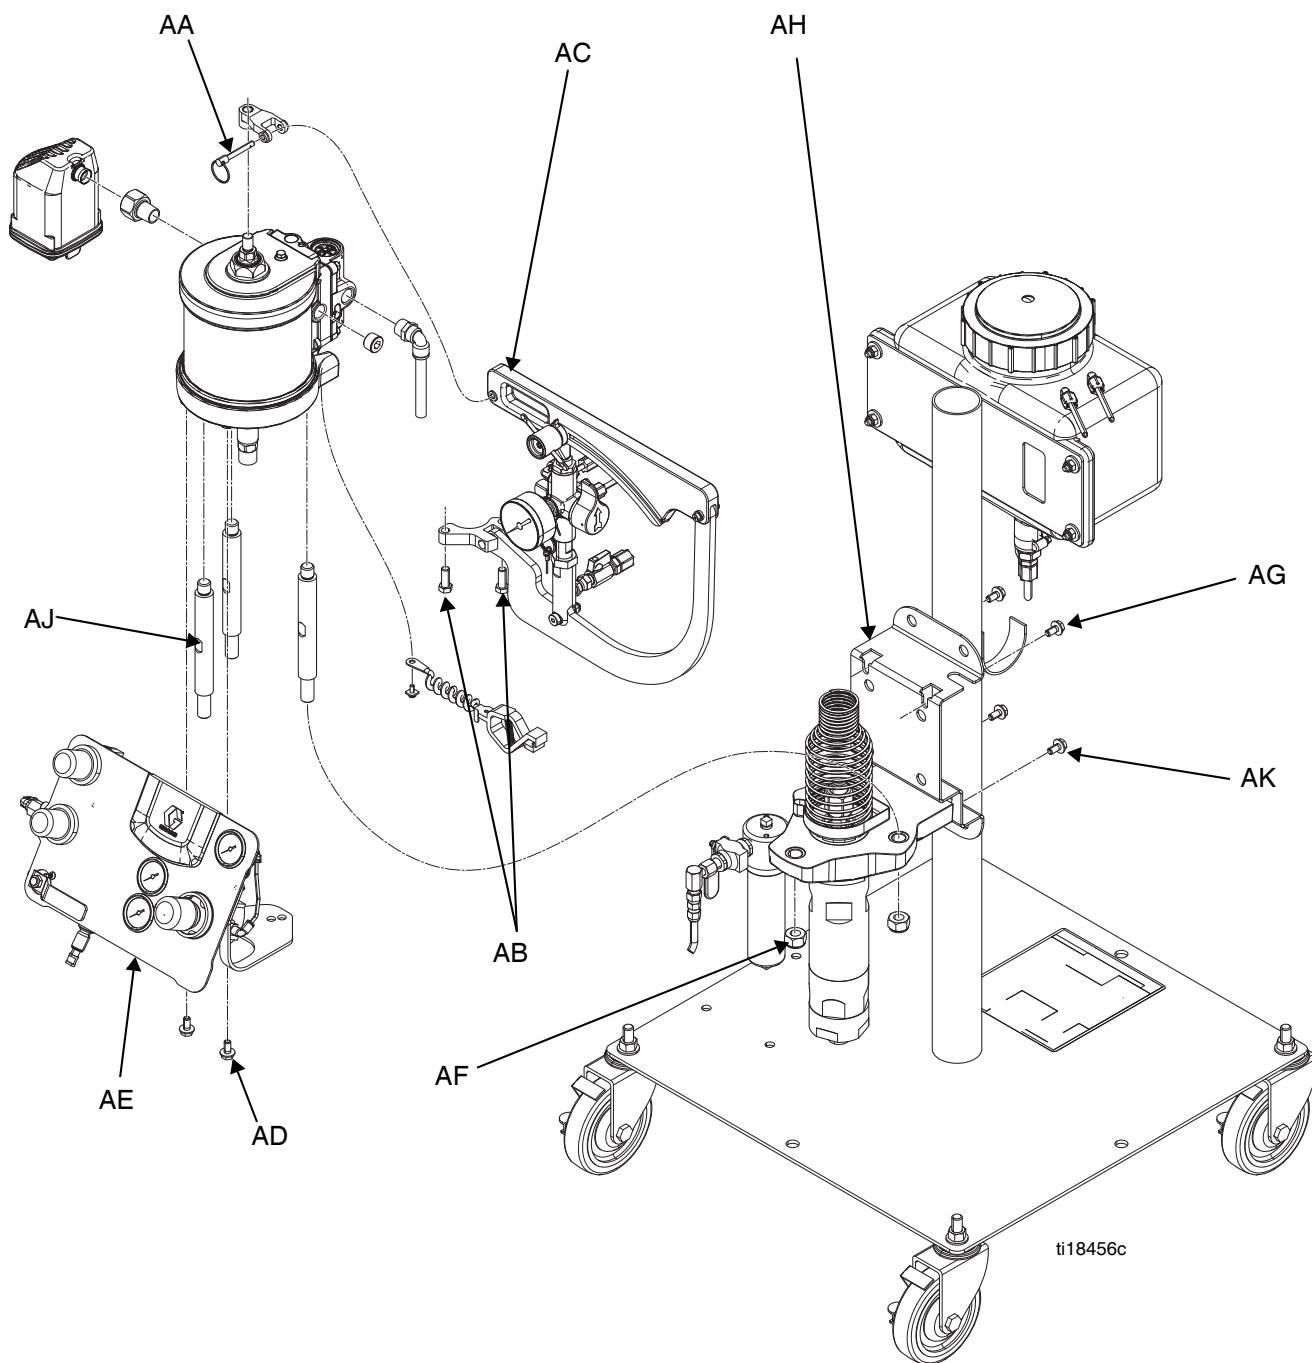

ABB. 36
Siehe Handbuch 3A2315 zu Service am Luftmotor und zu Informationen über die Teile. Siehe ABB. 36 auf Seite 45.
Siehe ABB. 36 auf Seite 45.
3. Hauptluftleitung von der Luftsteuerungskonsole (AE) trennen.
4. Teile vom Luftmotor trennen, siehe ABB. 36 auf Seite 45:
- b. Den oberen Stift (AA), mit dem der obere Arm der Katalysatorpumpe mit dem Luftmotor verbunden ist, herausnehmen, dann die Schrauben (AB) herausnehmen, mit denen der untere Arm der Katalysatorpumpe mit dem Luftmotor verbunden ist und dann die Katalysatorpumpe und die Reglerarmbaugruppe (AC) entfernen.
- c. Die beiden Schrauben (AD) herausnehmen, mit denen die Luftsteuerungskonsole mit dem Luftmotor verbunden ist. Dann die Luftsteuerungskonsole (AE) abnehmen.
7. Mit einem 13-mm-Steckschlüsseinsatz die beiden oberen Schrauben (AG) lösen, mit denen der Luftmotor mit dem Montagewinkel (AH) verbunden ist.
8. Mit einem Steckschlüsseinsatz die beiden Schrauben (AK) entfernen, mit denen die Unterpumpe am Montagewinkel befestigt ist.